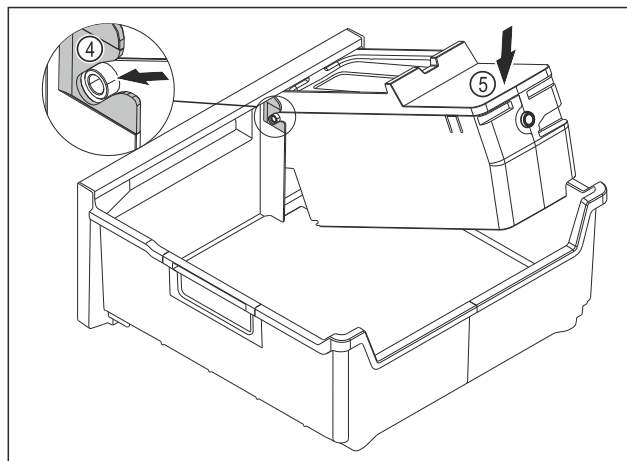

Fig. 82
- ▶ Montáž korpusu EasyTwist-Ice: Osy korpusu EasyTwist-Ice zasuněte do vedení Fig. 82 (4).
- ▶ Stlačte korpus EasyTwist-Ice Fig. 82 (5) vzadu dolů.